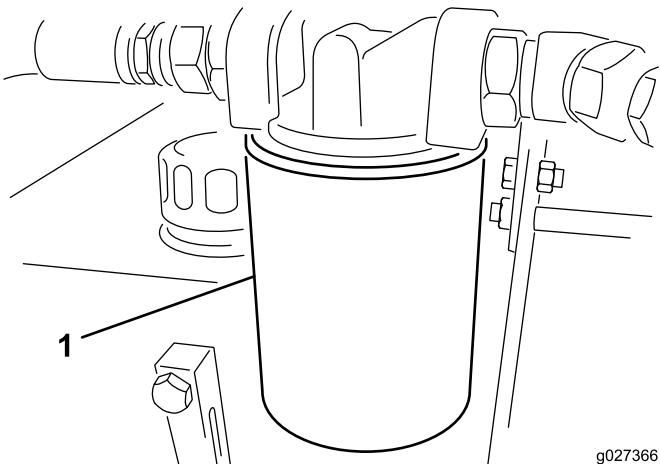

Figura 12
3. Collocate una bacinella di spурго sotto il filtro, e togliete il filtro (Figura 12).